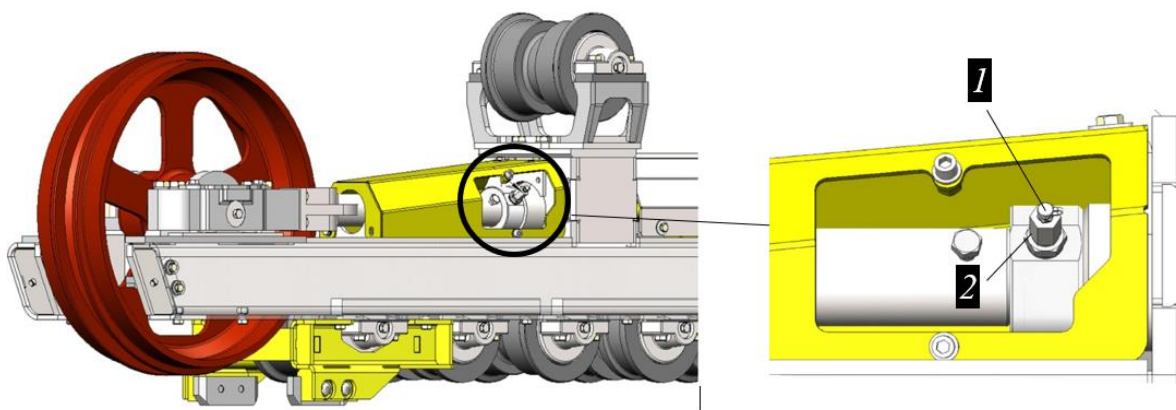

Рисунок 3.127. Место расположения пресс-маслёнки для натяжения гусеницы
- ▶ Снять пылезащитный колпачок 1 с пресс-масленки 2 рис. 3.127.
Натяжение гусениц происходит за счет перемещения поршня при заполнении внутренней полости консистентной смазкой через пресс-масленку 2, рис. 3.127 рычажно-плунжерным шприцем.
- ▶ Предварительно вывернуть пресс-масленку 2, рис. 3.127 на 1-2 оборота.
Для исключения возможных травмоопасных ситуаций запрещается при ослаблении гусеницы полностью выворачивать пресс-масленку 2, рис. 3.127, так как при этом может произойти срыв резьбы клапана и выброс смазки под большим давлением.
- ▶ Ввернуть резьбовой частью удлинитель рычажно-плунжерного шприца в пресс-масленку 2, рис. 3.127.
- ▶ Вывернуть шприц, закрыть пресс-масленку 2 пылезащитным колпачком 1, рис. 3.127.
Для ослабления натяжения гусеницы необходимо вывернуть пресс-масленку 2, рис. 3.127 не более чем на 2 оборота, лишняя смазка выдавится из-под клапана через резьбу за счет избыточного давления в гидроцилиндре, натяжение с гусеницы будет снято. Визуально гусеница провиснет на тележке в области поддерживающих катков.